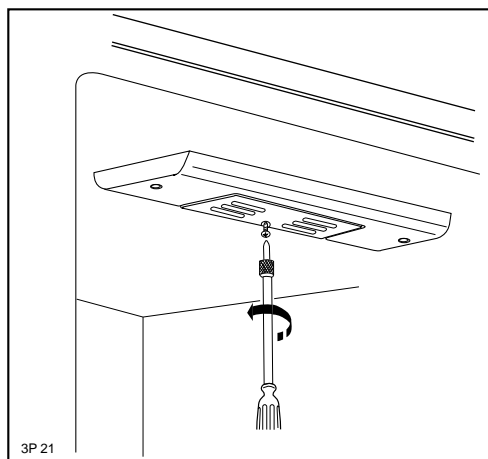

Abb. 30
**Kühlabteil:** Die Abdeckung (Abb. 30) abnehmen. Birnen mit max. 15 Watt verwenden.